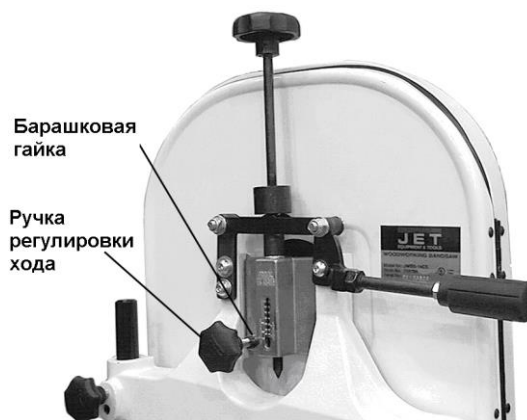

Рисунок 17-1
2. Убедитесь, что полотно натянуто, а рычаг натяжения находится в нижнем положении (рисунок 17-1).